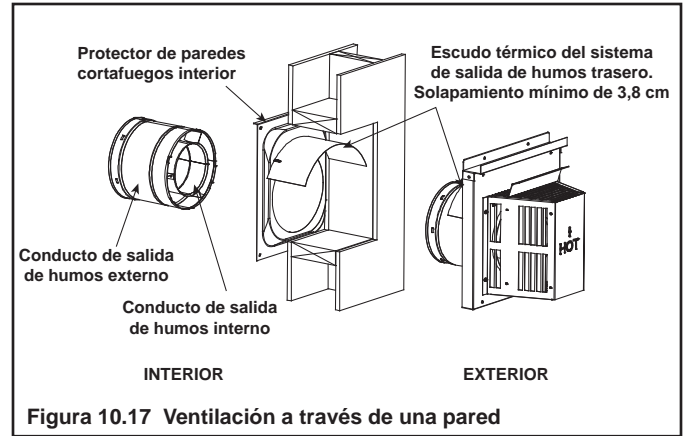

Figura 10.17 Ventilación a través de una pared
- Una sección del escudo térmico se encuentra sujeta al protector de paredes cortafuegos. La otra está sujeta al respiradero de la misma manera (consulte la Figura 10.17).
- La pequeña patilla del escudo de protección descansa sobre la parte superior del conducto de salida de humos para separarlo lo suficiente del mismo (véase la Figura 10.17).
- **NO** retire los escudos térmicos del protector de paredes cortafuegos y el respiradero (consulte la Figura 10.17).
El escudo térmico tiene dos secciones. Una de las secciones está unida al protector de paredes cortafuegos. La otra está unida al respiradero. Consulte la Figura 10.17.